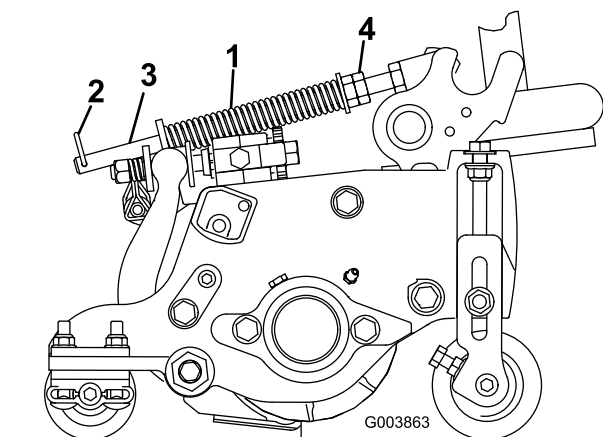

Figura 50
El muelle de compensación del césped (Figura 50) transfiere el peso desde el rodillo delantero al trasero. Esto ayuda a reducir el patrón de ondulaciones o corrugaciones en el césped.
1. Asegúrese de que la chaveta está instalada en el orificio trasero de la varilla (Figura 50).
2. Apriete las tuercas hexagonales del extremo delantero de la varilla del muelle hasta que la longitud comprimida del muelle sea de 15.9 cm (6.25"); consulte Figura 50.